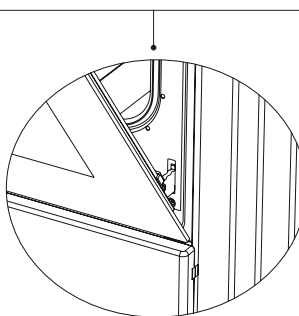

Figura 21.1
3. Después, cierre la puerta del horno de forma que quede apoyada en el pestillo de la bisagra como se muestra en la figura 21.1.